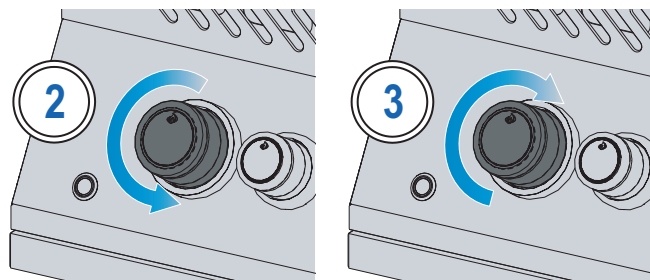

Fig. 1
4. Als de ontsteker en brander niet binnen 5 seconden ontsteken, draai de bedieningsknop met de klok mee naar de UIT-positie. Wacht 5 minuten totdat het gas is verdampt. Herhaal stappen 2 en 3, of steek aan met een lucifer. (Fig. 1).
5. Als de brander niet ontsteekt, draai de bedieningsknop van de brander met de klok mee naar de UIT-positie. Wacht 5 minuten. Herhaal stap 3 en 4 (Fig. 1)